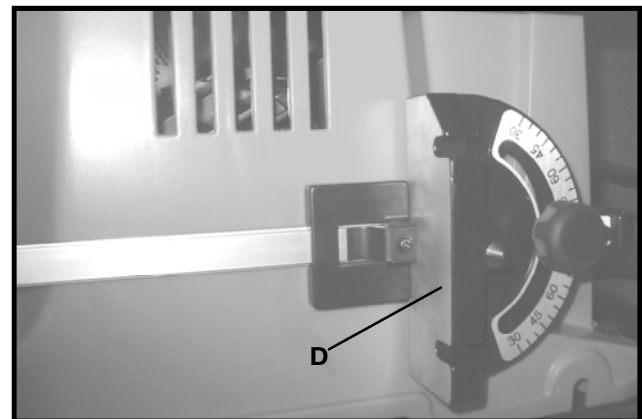

Fig. 28
3. Fig. 28 illustre le guide d'onglet (D) inséré dans le porte-guide d'onglet lorsque inutilisé.